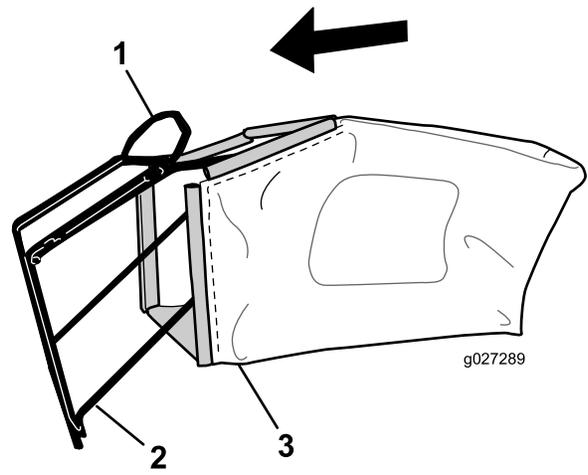

Figura 9
Nota: No coloque la bolsa sobre el manillar (Figura 9).
1. Coloque la bolsa de recogida sobre el bastidor, según se muestra en Figura 9.